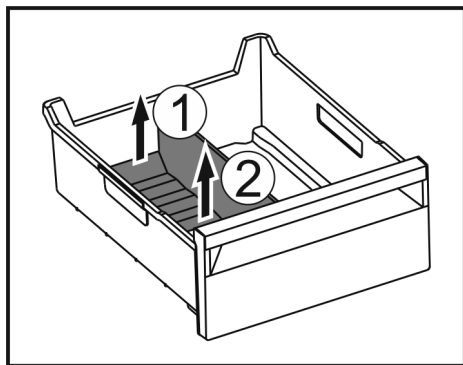

Fig. 170
- Zdvihnite zadnú časť oddelovača zásuvky na ľad. Fig. 170 (1)
- Odoberte oddelovač zásuvky na ľad nahor. Fig. 170 (2)